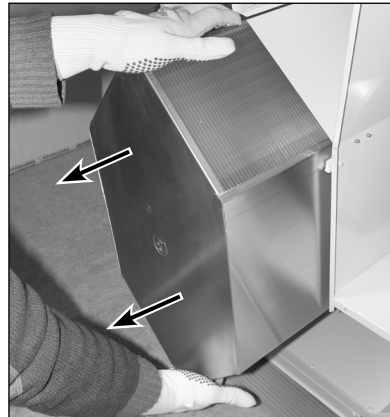

Abb. 8
4. Zur Reduzierung des Gewichtes den Wärmetauscher aus dem Gerät entnehmen (s. Abb. 8).